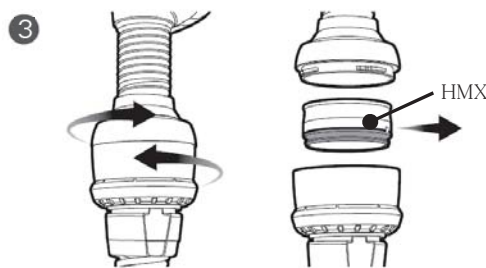

図3-3 分解方法
- (3) マスクコネクタでHMX(販売名 レスメドAirMiniの付属品HMX 承認番号22900BZI00024000)を使用している場合は、HMXモジュールを開けて、HMXを取り出す。(図3-3参照)